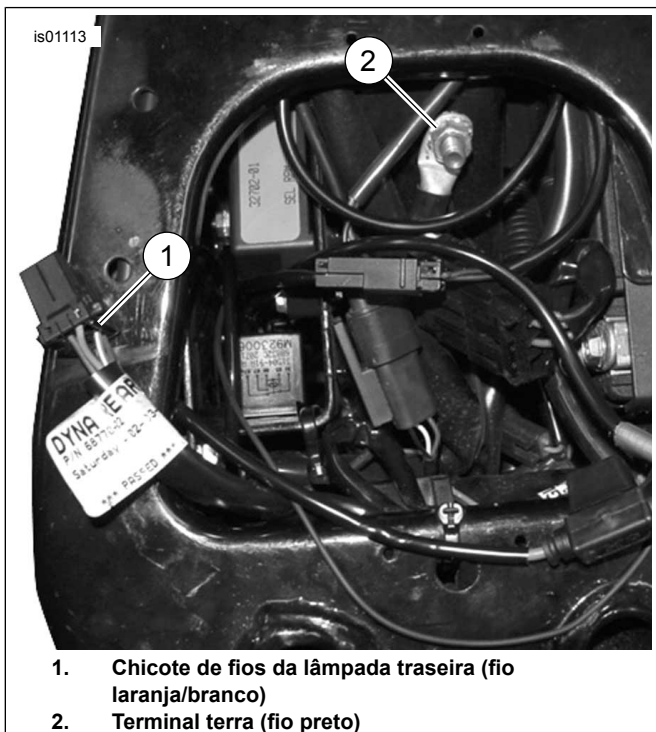

Figura 1. Conexões do terra e energia (modelos Dyna)
3. Veja Figura 1. Corte o fio preto do chicote de fios do Zumo para alcançar facilmente o ponto de aterramento e crimpe o terminal de anel na ponta do fio de acordo com as instruções do crimpador Packard, localizadas no apêndice do Manual de serviço.
2. Veja Figura 1. Abra cuidadosamente uma área da proteção do chicote de fios principal dentro da tampa lateral a um ponto acessível e corte um fio laranja/branco de energia do chicote de fios principal.